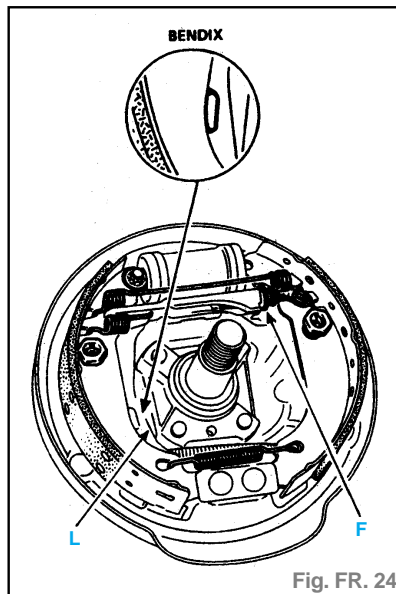

Fig. FR. 24
- de la mise en appui correcte des leviers (L) de frein à main sur les segments (fig. FR. 24).